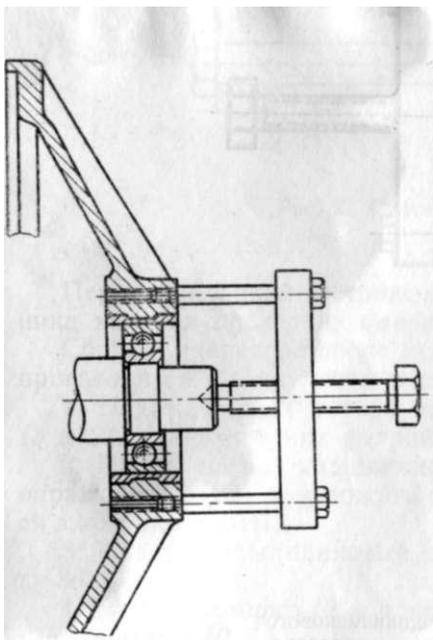

Рис. 19. Снятие подшипникового щита со стороны контактных колец
3. Отвернуть гайки 18 и съемником, имеющимся в комплекте ЗИП (рис. 19), снять щит 25 (рис. 6) с подшипника 24.